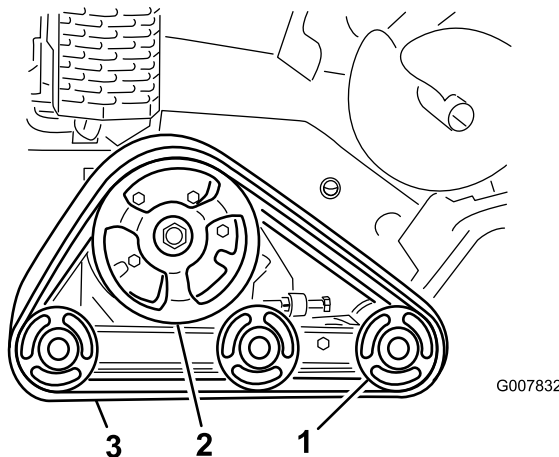

Bild 44
**Wichtig:** Reinigen Sie die Straßenräder und das Antriebsrad (Bild 44). Die Straßenräder sollten sich in sauberem Zustand ungehindert drehen.